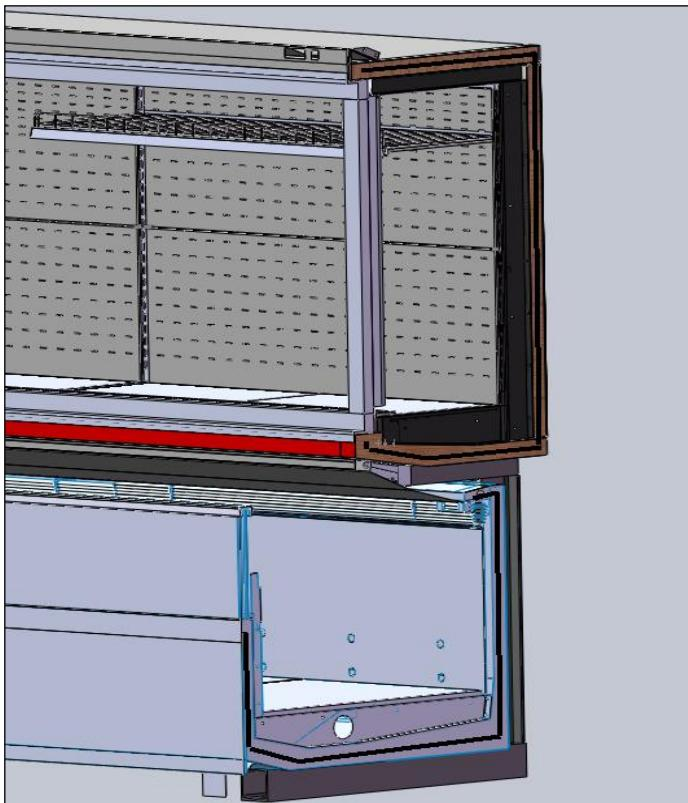

рис. 1
1. Оклепить торцы стыкуемых витрин JASON SE лентой поролоновой 30Х6, входящую в комплектацию витрин (рис.1);